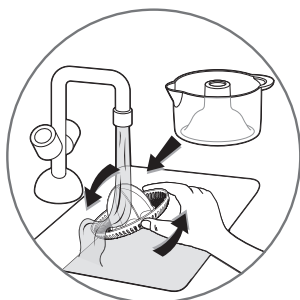

fig.3
- **Débranchez toujours l'appareil avant de nettoyer le bloc moteur (A).**
- Nettoyez la verseuse **(B)** et le cône plastique **(C)** immédiatement après l'utilisation pour éviter que la pulpe ne colle **(fig. 3)**.
- **Always unplug the appliance before cleaning the motor unit (A).**
- Clean the jug (**B**) and the plastic cone (**C**) immediately after use to avoid the pulp from sticking to them (**fig. 3**).
- Reinig de kom **(B)** en de kunststof perskegel **(C)** onmiddellijk na gebruik om te voorkomen dat het achtergebleven vruchtvlees aankeekt (**fig. 3**).
- Ziehen Sie vor der Reinigung des Motorblocks (A) immer den Netzstecker heraus.
- Tauchen Sie den Motorblock (A) nicht ins Wasser und halten Sie ihn nicht unter fließendes Wasser. Reinigen Sie den Motorblock (A) mit einem feuchten Tuch. Trocknen Sie ihn sorgfältig ab.
- Reinigen Sie Behälter (B) und Presskegel (C) unmittelbar nach dem Gebrauch, damit kein Fruchtfleisch kleben bleibt (Abb. 3).
- Behälter (B), Presskegel (C) und Schutzabdeckung (D) können mit dem „ECO“ oder „LEICHT VERSCHMUTZT“ Programm im oberen Korb der Spülmaschine gereinigt werden.
- Bewahren Sie das Gerät mit aufgesetzter Schutzabdeckung (D) auf.